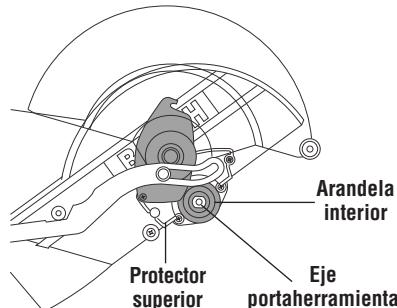

Figura 3. Instalación de la hoja
6. Instale la hoja de 10" en el eje portaherramienta (Figura 3).